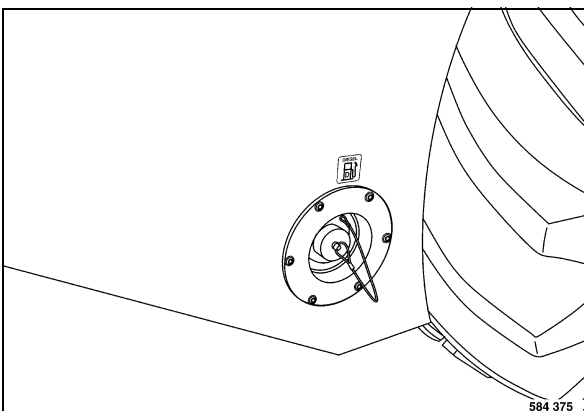

Fig. 149
- Como alternativa repostar la máquina con el sistema de repostaje rápido* (Fig. 149).